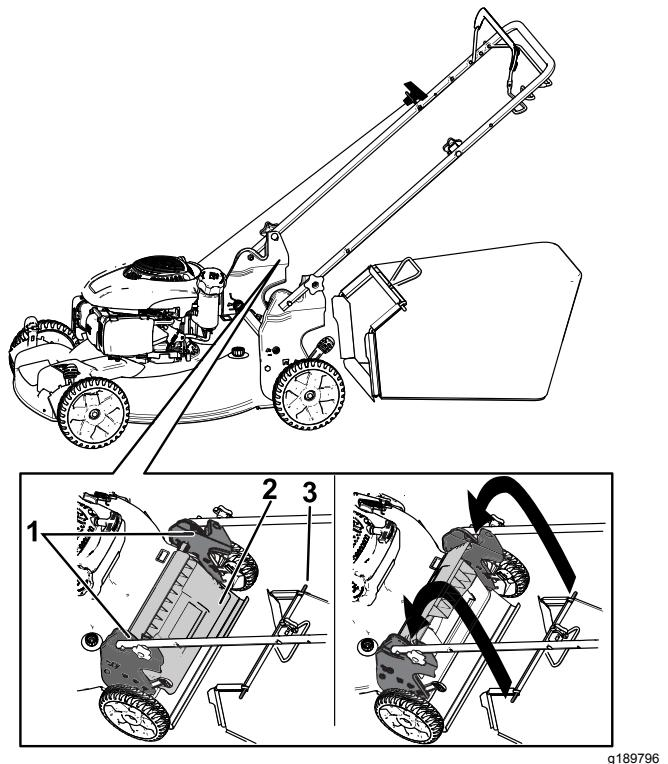

Figure 15
1. Soulevez le déflecteur arrière et maintenez-le dans cette position (Figure 15).